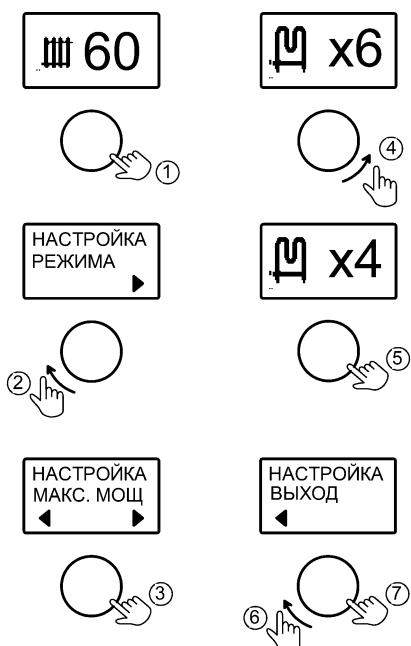

Рисунок 7. Настройка максимальной мощности прибора
**10.2** Во вкладке «МАКС. МОЩНОСТЬ» - имеется возможность ограничения значения максимальной мощности прибора (см. рис. 7). При этом изменяется максимальное количество включаемых в работу ТЭНов.